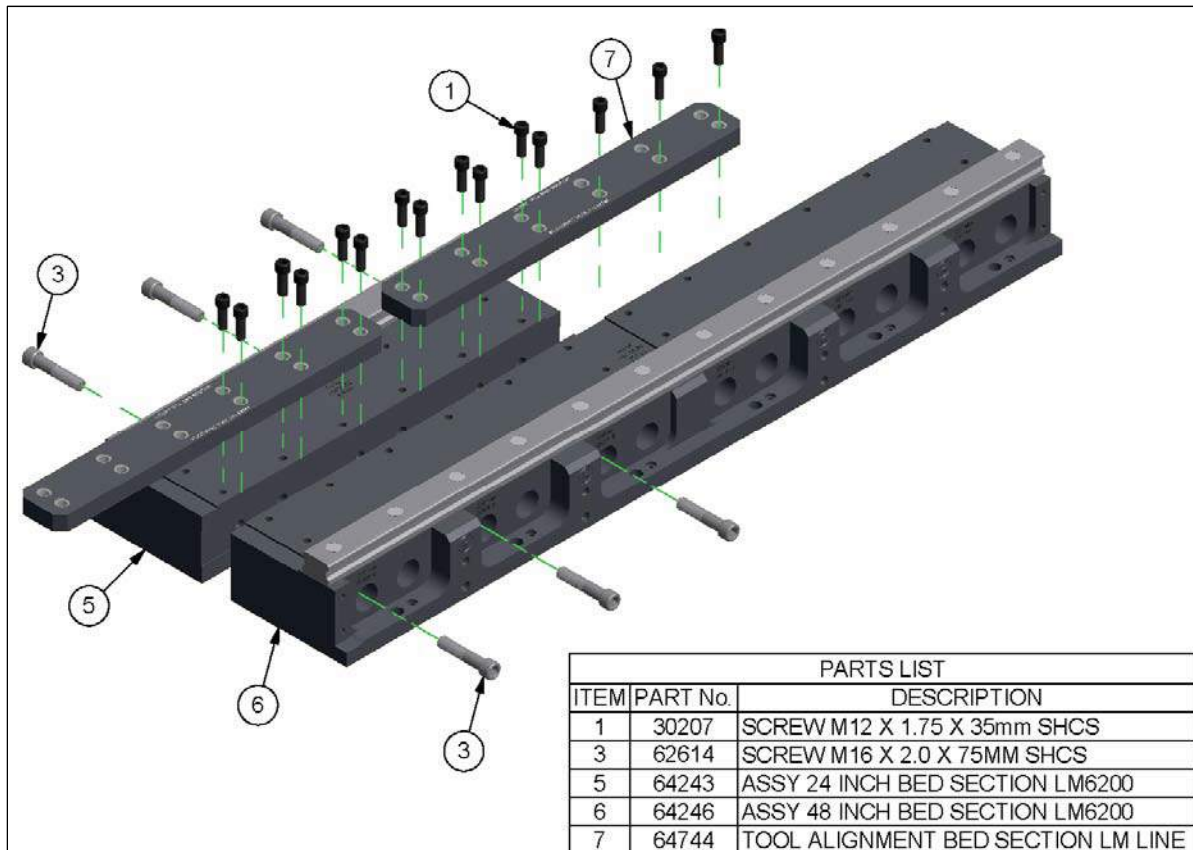

Figura 1
1. Configure una sección del lecho de 24 pulgadas y una de 48 pulgadas como se muestra en la Figura 1.
3. Coloque ambas herramientas de alineación del lecho (Elemento 7) en las secciones, como se muestra en la Figura 1. Apriete los cierres en el lateral con la sección de 48 pulgadas (1219 mm) a 65 pies-libra (88,13 Nm). Apriete los cierres en la nueva sección a 24 pulgadas (32,54 Nm) a 65 pies-libra (88,13 Nm).